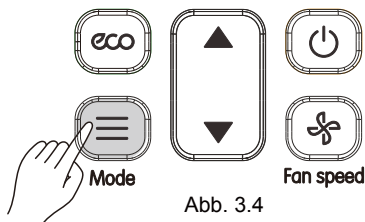

Abb. 3.4
1) Drücken Sie  (siehe Abb. 3.4). Das Display zeigt die Betriebsart an;